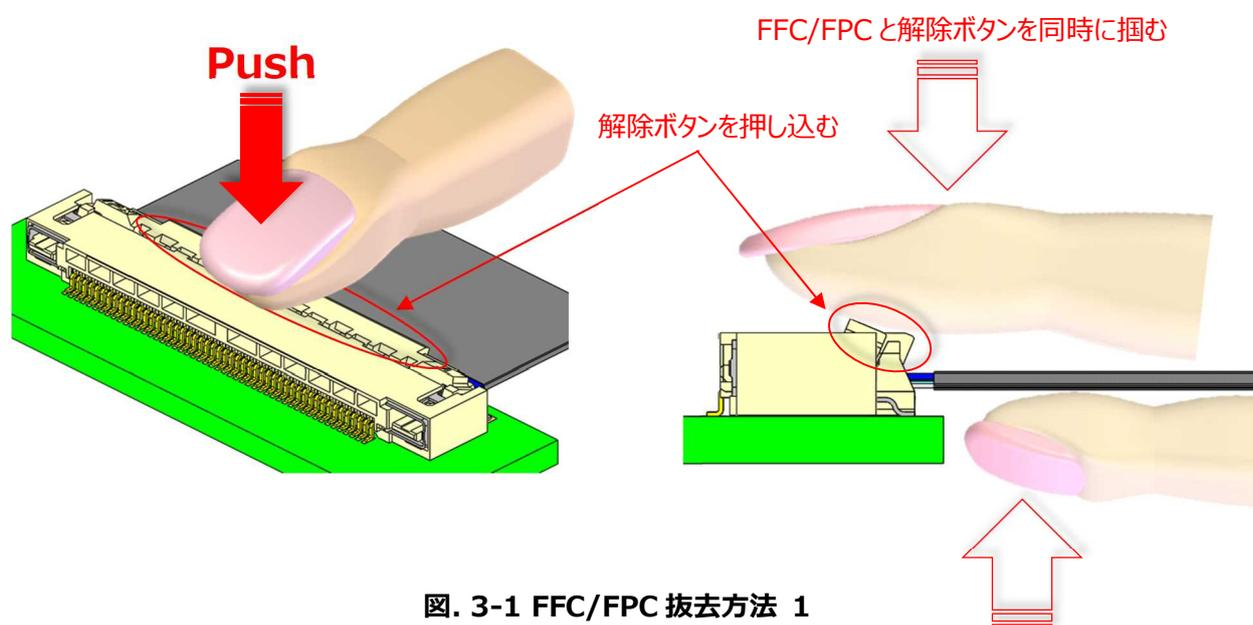

図. 3-1 FFC/FPC 抜去方法 1
- ① 図 3-1 の様に、FFC/FPC とロック解除ボタンを同時に掴む。